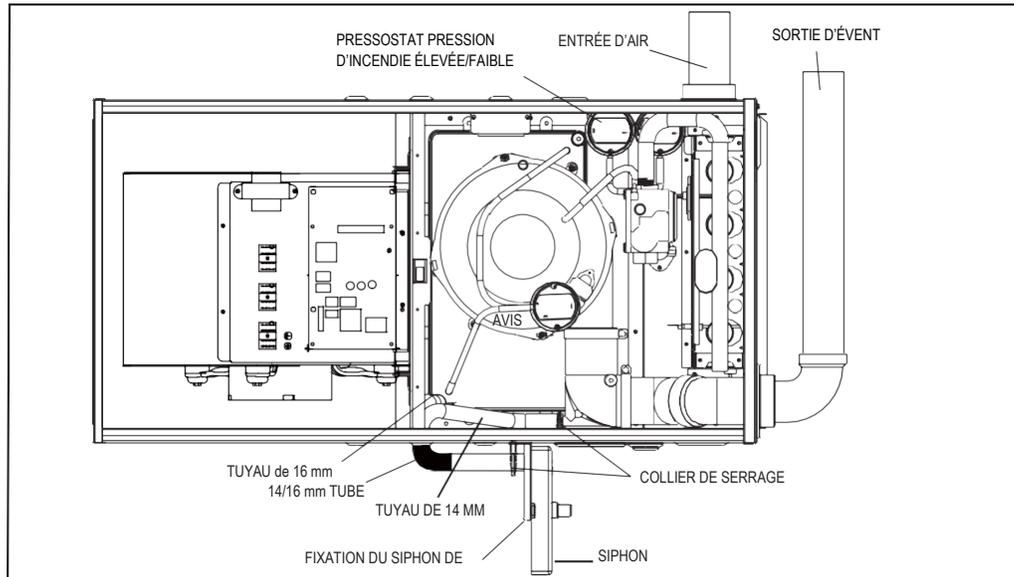

Fig. 13- Installation horizontale du côté droit
1. Évacuation de l'air vers la droite et ventilation par le panneau supérieur du four (voir Fig. 13)